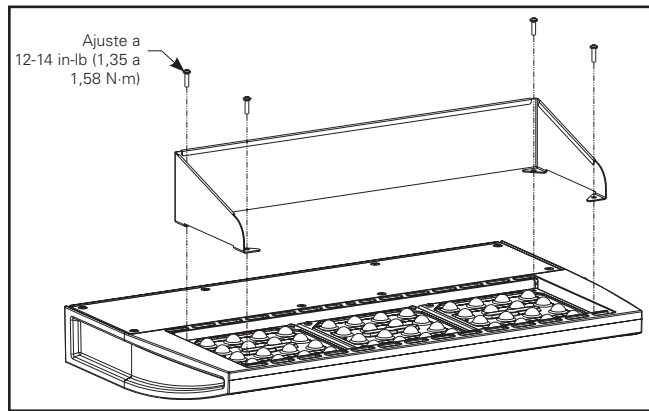

Figura 13.
1. Afloje y quite los (4) tornillos de esquina de 8-32 existentes de la parte frontal del luminario (Figura 13) y consérvelos para referencia futura.
2. Oriente la visera en la dirección que desee según la aplicación. Alinee la visera sobre la parte superior de la lente óptica para que coincida con los (4) orificios existentes.
3. Utilice los (4) tornillos de 8-32 existentes para sujetar la visera.